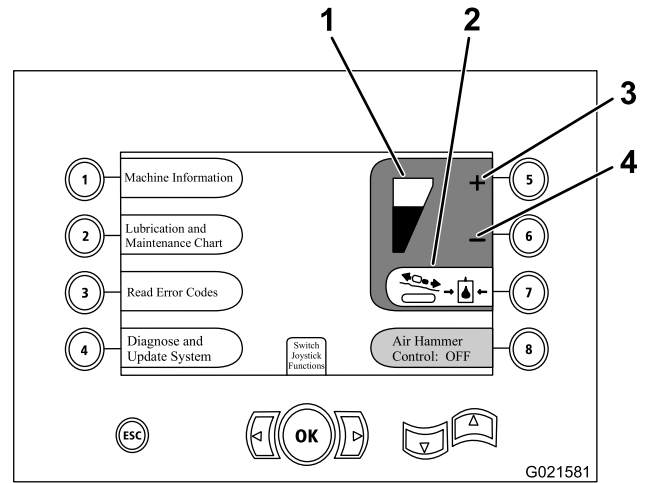

Figura 71
- Pulse el botón 5 de la pantalla para reducir la presión del carro (Figura 71).
- Pulse el botón 6 de la pantalla para aumentar la presión del carro (Figura 71).
Nota: El indicador de presión del carro (Figura 71) subirá o bajará a medida que aumente o reduzca la presión del carro.
2. Aumente o reduzca la presión del carro como se indica a continuación: (Figura 71).